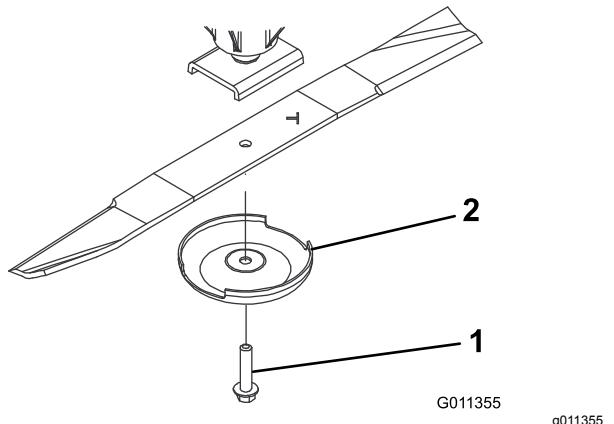

Figura 64
2. Afferrate l'estremità della lama con un cencio o un guanto bene imbottito. Togliete il bullone, la coppa antistrappo e la lama dall'asse del mandrino (Figura 64).
3. Montate la lama con la costa rivolta verso il piatto di taglio, servendovi della coppa antistrappo e del bullone della lama (Figura 64) Serrate il bullone della lama a un valore compreso tra 115 e 149 N·m.
Se continuate ad usare la lama usurata, si forma una scanalatura tra la costa e la sezione piatta della lama (**Figura 64**). Alla fine, un pezzo di lama può staccarsi e venire lanciato dal sottoscocca, con il rischio di ferire gravemente voi o gli astanti.